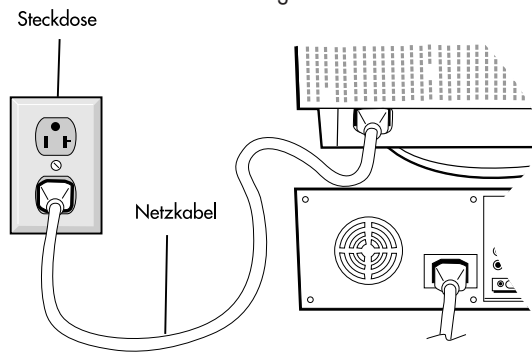

Abbildung C.1
5. Schließen Sie ein Ende des Netzkabels an den MultiSync FE700+ Monitor an und stecken Sie das andere Ende in die Steckdose (**Abbildung C.1**).